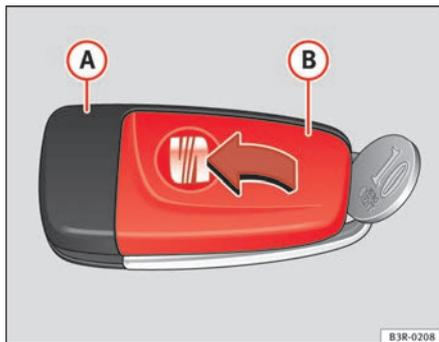

Fig. 68 Clé principale :
- Séparez la partie clé ⇒ fig. 68 **A** du couvercle **B** avec **précaution** à l'aide d'une pièce de monnaie en faisant levier.